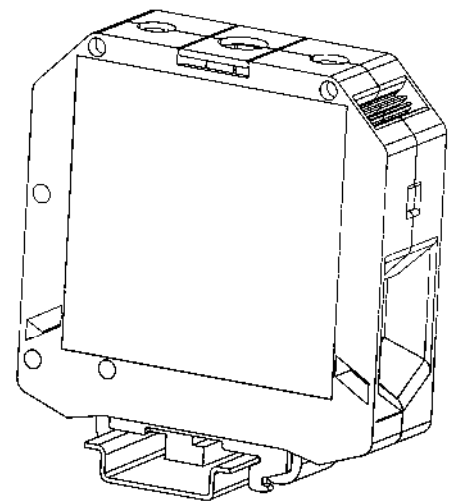

Рисунок 18 – установленная и зафиксированная клемма с внутренним шестигранником на монтажной рейке
- Извлеките инструмент – винт с внутренним шестигранником зафиксирует клемму на монтажной рейке (рис. 18).